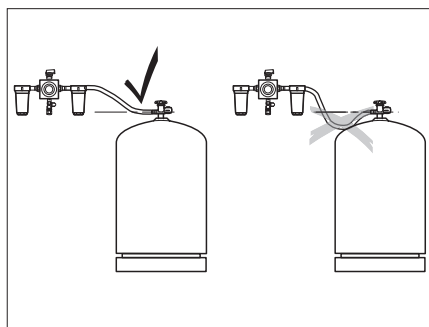

Fig. 253 Disposition des flexibles à haute pression
- ▷ Lors de la pose des flexibles à haute pression, veiller à ce que les flexibles soient en montée continue (Fig. 253)!